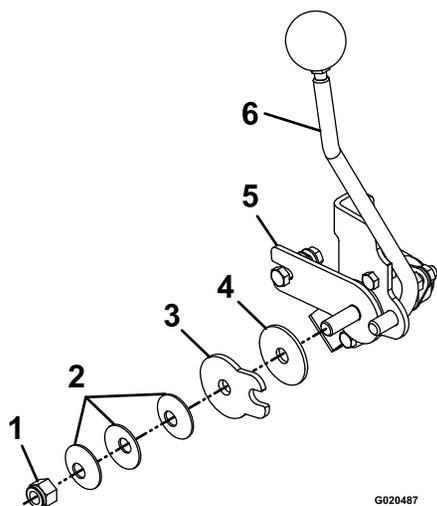

Рисунок 65
3. Отрегулируйте гайку оси поворота, расположенную на конце вала управления движением в передней части правой консоли (Рисунок 65).